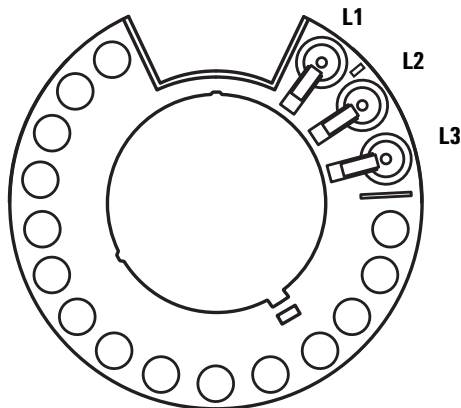

図 150 トランスファタレットポジション L1、L2、L3 (上から見た図)
- 2 両方のタワーについて、トランスファタレットポジション L1、L2、および L3 からバイアルをすべて取り外します (図 150 を参照)。